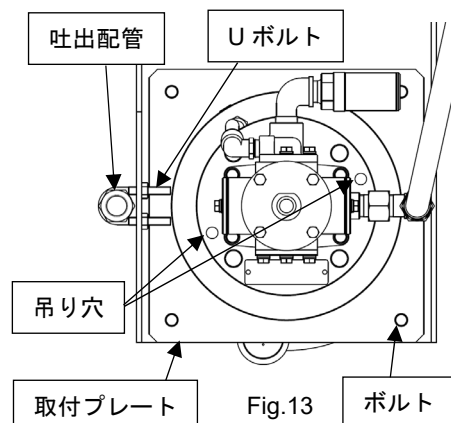

Fig.13
- 5) 吐出ホースを吐出配管先端のユニオンアダプターから外し、吐出配管を留めているUボルトを取外してください。（Fig.13）（ホース・配管からのインキ垂れに注意してください）
- 6) ポンプの吊り穴φ18×2か所に、クレーンなどからの吊り具を取付けてください。（Fig.13）